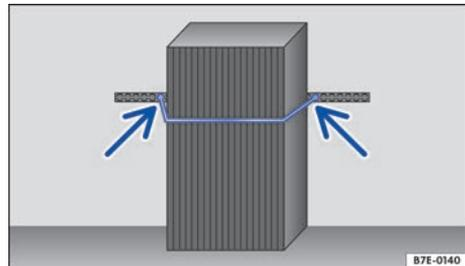

Fig. 82 Representación esquemática: fijar la carga. ►
- Coloque la cinta con hebilla alrededor de la carga ⇒ fig. 82 de modo que esta no se pueda deslizar.